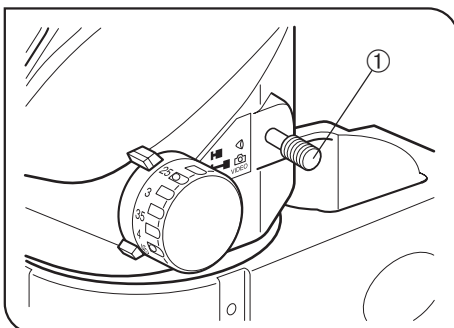

Abb. 11
(Abb. 11)
1. Für Mikroskopie durch die Binokulare den Strahlengangwahlschalter ① bis zum Anschlag einschieben. (Abb. 11)
2. Für den Strahlengang zur Videokamera den Strahlengangwahlschalter ① bis zum Anschlag herausziehen. (Abb. 11)